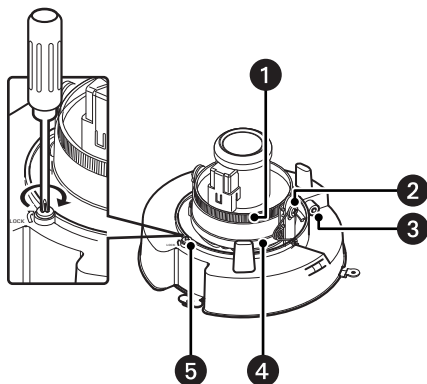

Figura 22. Ajustando o ângulo da câmera
3. Ajuste o ângulo da câmera (consulte a Figura 22 na página 32):